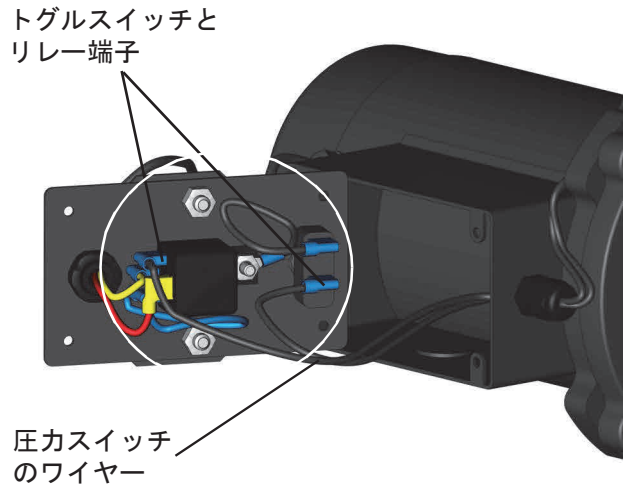

図 26
4. 圧カスイッチのワイヤーの端にコネクタを圧着します（図26参照）。
6. 圧カスイッチのワイヤーをトグルスイッチとリレー端子に接続します（図26）。